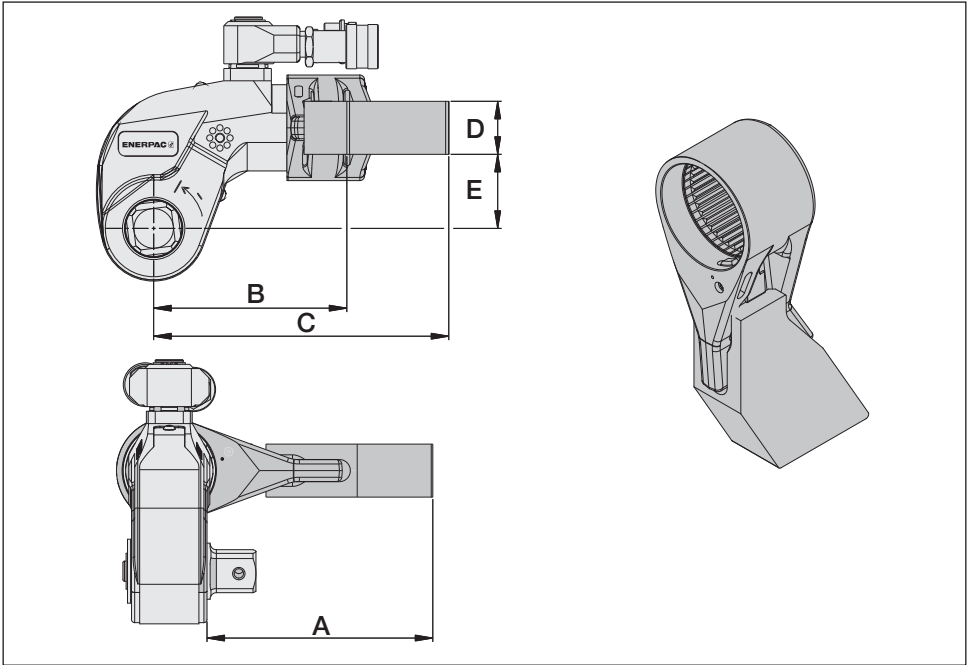

Fig. 29
6.3 Dimensiones y especificaciones, brazo de reacción extendido, serie SRS (Fig. 29)